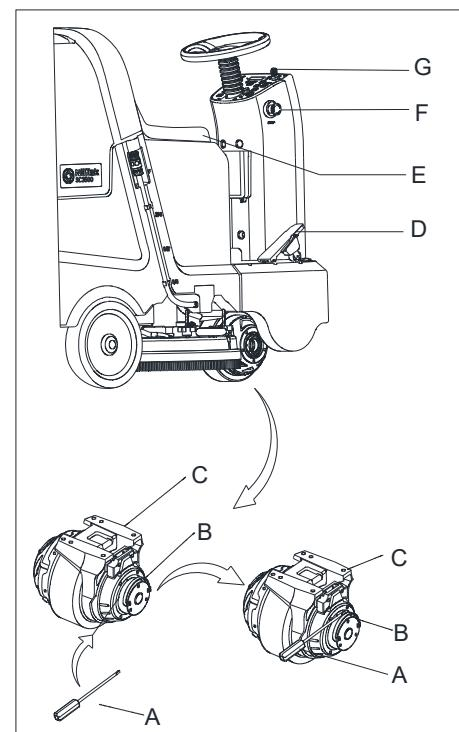

Abbildung 11
1. Drehen Sie den Schlüsselschalter (G, Abbildung 11) in die „EIN“ Stellung.
- Drücken Sie das Beschleunigungspedal (D, Abbildung 11) leicht, lassen Sie es los, um zu prüfen, ob sich die Maschine nach vorne steuern lässt und stoppt.
- Um sich der Sicherheit zu vergewissern, stellen Sie sicher, dass die Maschine durch das Drücken des Notschalters (F, Abbildung 11) sofort gestoppt wird. Drehen Sie den Notschalter, um ihn wieder einzustellen.
In einigen besonderen Fällen, z. B. beim Ein- und Auspacken der Maschine, bei Maschinenfehlern usw., muss die Maschine bewegt werden, ohne dass der Antriebsmotor läuft. Setzen Sie den Schraubenzieher A (Abbildung 11, A), die Motorbremse (Abbildung 11, B) und den Motor (Abbildung 11, C) ein zwischen den Nuten (Abbildung 11), die Maschinenbremse wird gelöst, die Maschine kann bewegt werden, nehmen Sie den Schraubendreher heraus, andernfalls kann die Maschine nicht gestartet werden.